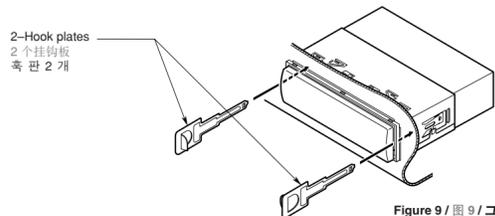

Figure 9 / 图 9 / 그림 9
- Insert and lock the hook plates (Figure 9).
- 插入并锁定挂钩板。（图 9）